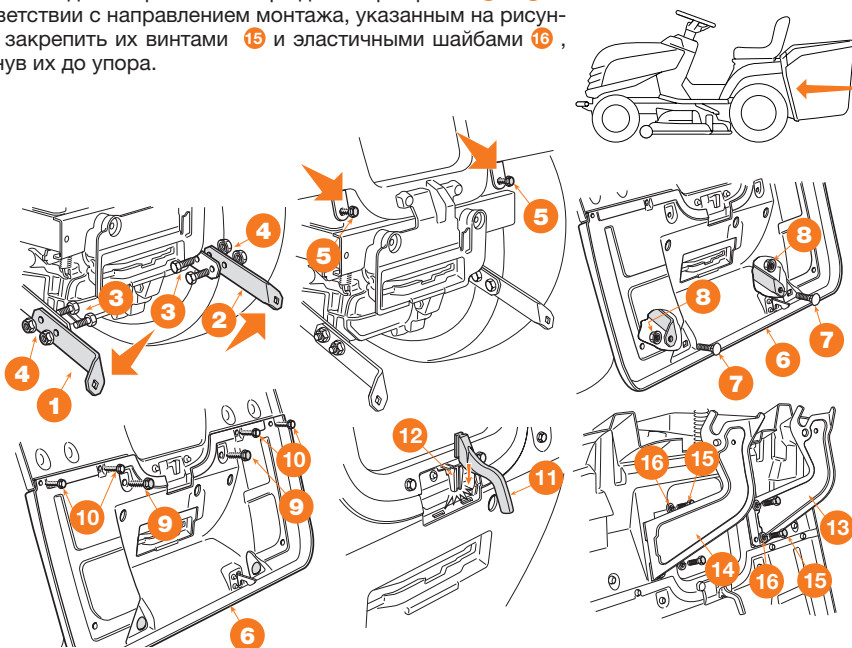

Рис. 2
- Установить две нижние скобы **1** и **2** в соответствии с направлением монтажа, указанным на рисунке, и закрепить их винтами **3** и гайками **4**, затянув их до упора (Рис. 2).